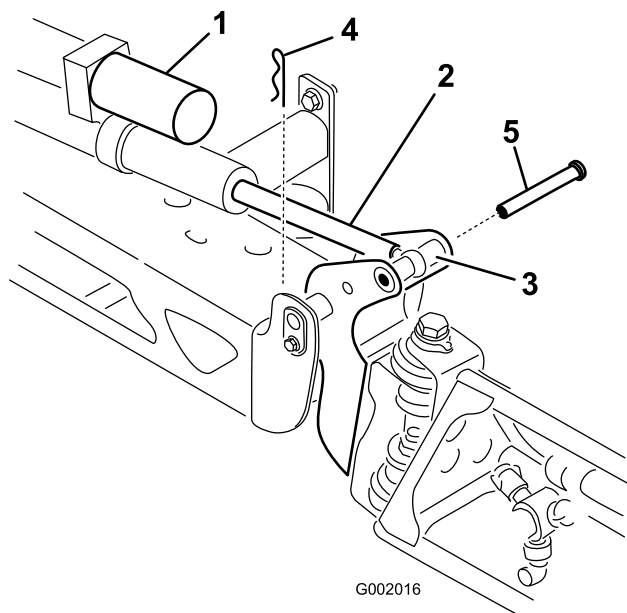

図 50
2. ピボット・ピンからコッター・ピンを抜き取る(図 50)。
ながら、ブームのピボットとアクチュエータ・ロッドにピンを通す(図 50)。
3. ブームを持ち上げて、ピンを外す(図 50)。ブームをゆっくりとハードストップまで降下させる。